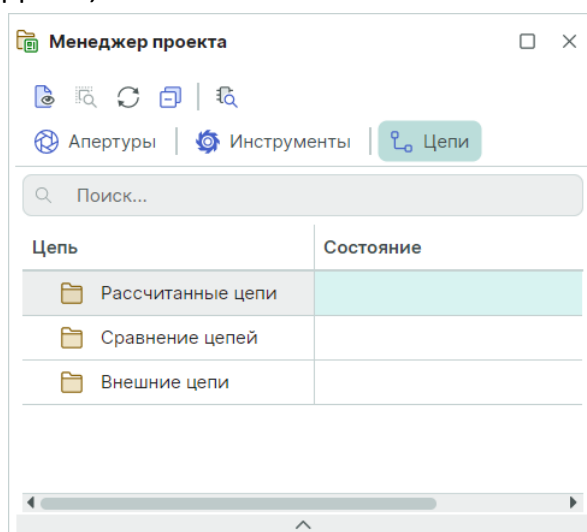

Рис. 18 Вкладка «Цепи»
3. Вкладка «Цепи» содержит электрические цепи проекта производства, см. Рис. 18.